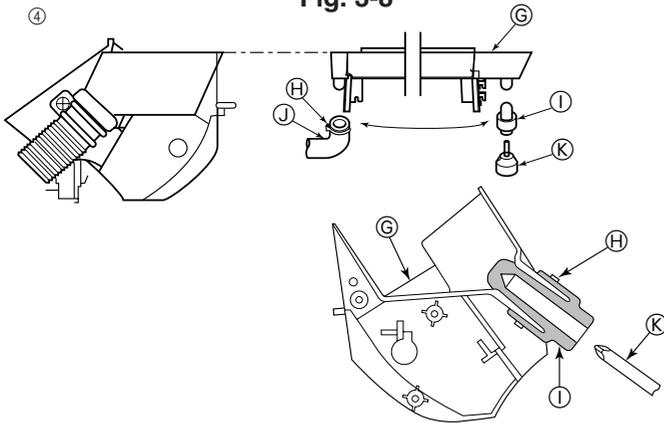

Fig. 3-9
- ④ 排水软管可安放在两个不同的位置上。选用最方便的位置，必要的话，调换排水槽、橡胶塞和排水软管的位置。(Fig. 3-9)